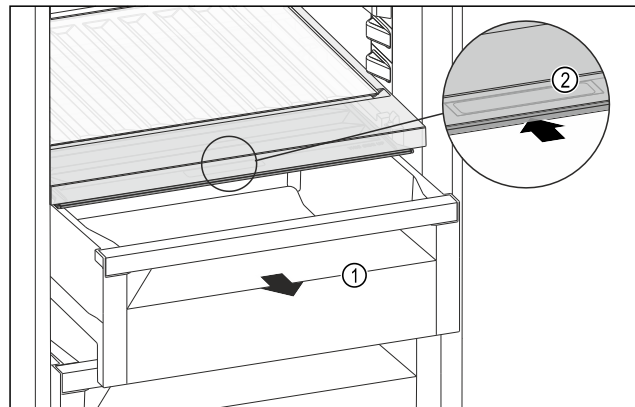

Fig. 263
- ▶ Schubfach Fig. 263 (1) herausziehen.
- ▶ Griffmulde Fig. 263 (2) am Fachdeckel anfassen und Fachdeckel gleichzeitig nach hinten schieben.